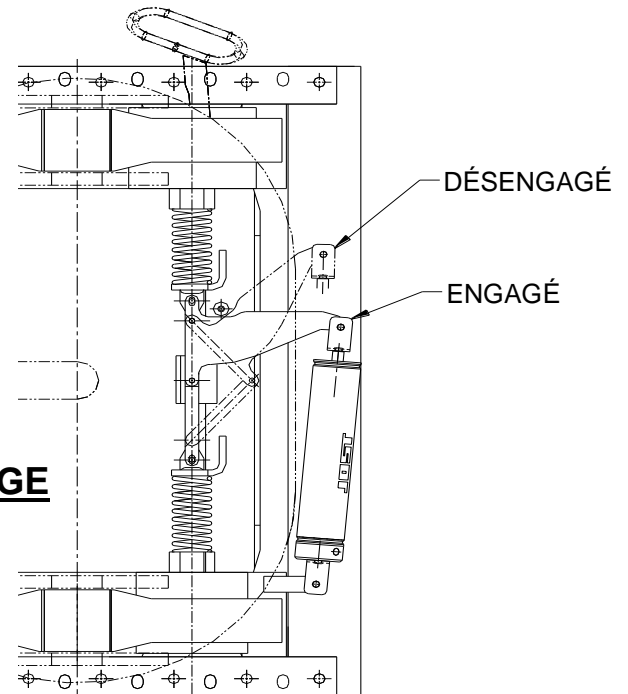

FIGURE 5
3. Désengagez les pistons de verrouillage comme indiqué sur la figure 5.
1. Engagez les pistons de verrouillage comme indiqué sur la figure 5.